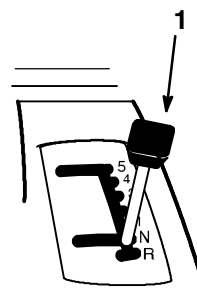

Figure 7
3. Mettre le changement de vitesse au point mort (N) (Fig. 7).